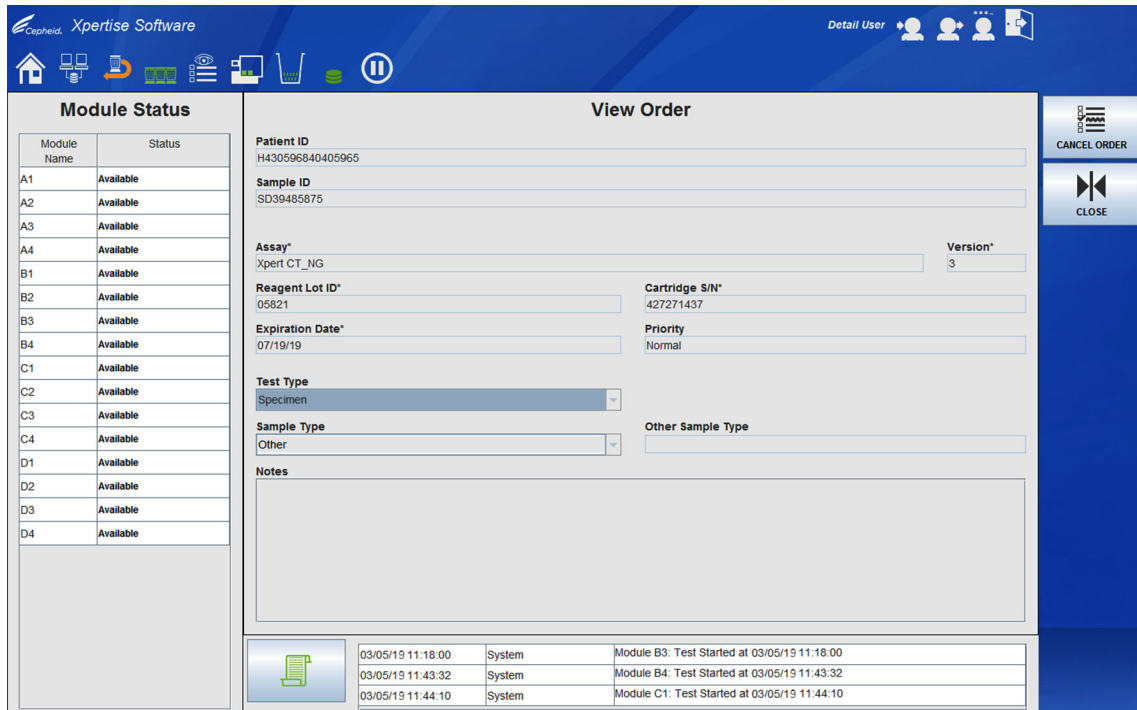

図 10-57. オーダーの表示ワークスペース、見つかったオーダーを表示
- オーダーが見つかったが、まだ開始していないか完了していない場合は、オーダーの表示 (View Order) ワークスペース (図 10-57 を参照) に見つかったオーダーが表示されます。
選択したオーダーが**未処理オーダー (outstanding order)** の場合、オーダーの表示 (View Order) ワークスペースが表示され、選択したオーダーを表示します。図 10-57 を参照。必要に応じて、**オーダーのキャンセル (CANCEL ORDER)** ボタンを選択して、未処理オーダーをキャンセルします。